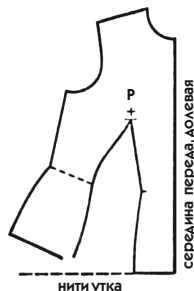

Рис. 128
1. Скопируйте базовое лекало переда до линии бедер (рис. 128).
3. Закройте вытачку на груди и закрепите скотчем. Перенесите чертеж на другой лист и исправьте вытачку талии так, чтобы она заканчивалась на действительной высоте (рис. 128).
С помощью цветного карандаша и угольника проведите до точки Р линии, соответствующие нити утка (на рис. 128 одна из них обозначена пунктиром и идет перпендикулярно долевой нити).